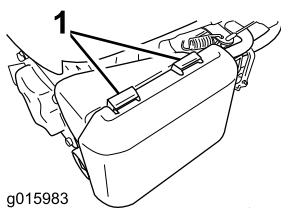

Figura 26
1. Premete verso il basso le linguette di chiusura del coperchio del filtro dell'aria (Figura 26).